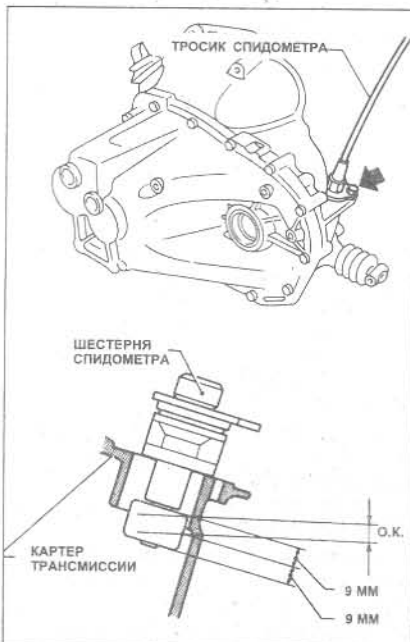

Рис. 6.2 Проверка уровня трансмиссионного масла - модели 1.8 (включая Турбо) и 2.0 литра (Глава 2)
- 10 Протрите сборку шестерни, особенно зубья, и вставьте сборку назад в коробку, чтобы использовать как шуп для измерения уровня. Убедитесь, что втулка шестерни сидит на поверхности корпуса коробки передач (Рис. 6.2). Извлеките сборку шестерни, уровень масла